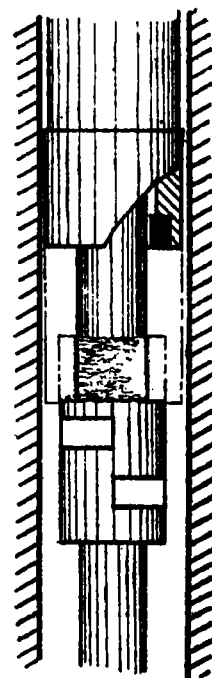

图4
4. 扒皮切铁钻头 处理孔内事故常用的方法是把钻具反上来。当反不动时,可用扒皮切铁钻头将钻杆锁接手切灭(图 4)然后将钻杆打捞上来。